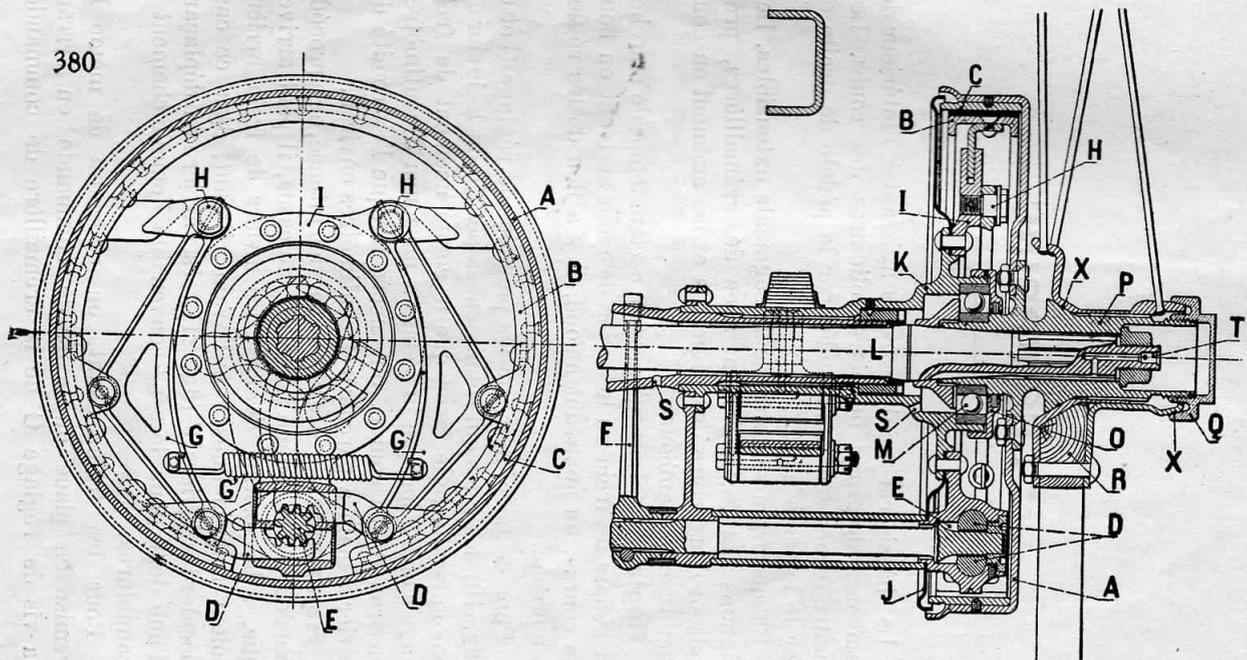

Fig. 21. — Ensemble des freins AR.
**Remarque.** — Si après un service intense, on a procédé plusieurs fois comme il est dit ci-dessus, il peut arriver que, à la position *desserré*, les leviers de frein arrière soient trop inclinés vers l'avant; il faut, dans ce cas, décaler les leviers F (fig. 21) vers l'arrière en déplaçant d'une dent dans le sens convenable l'emmanchement à cannelures.